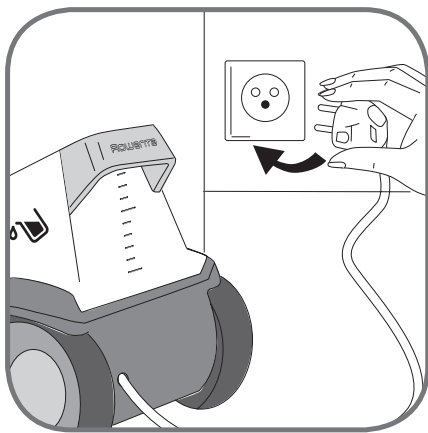

fig. 13
- Branchez la fiche d'alimentation (fig.13).